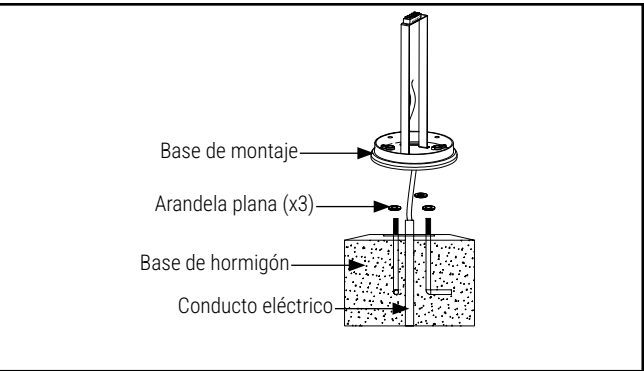

Figure 7a.
7. Coloque la base de montaje del bolardo sobre los pernos de anclaje y apriete la arandela plana, la arandela elástica y las tuercas (Fig. 7a y Fig. 7b) que fijan la base de montaje a la cimentación.